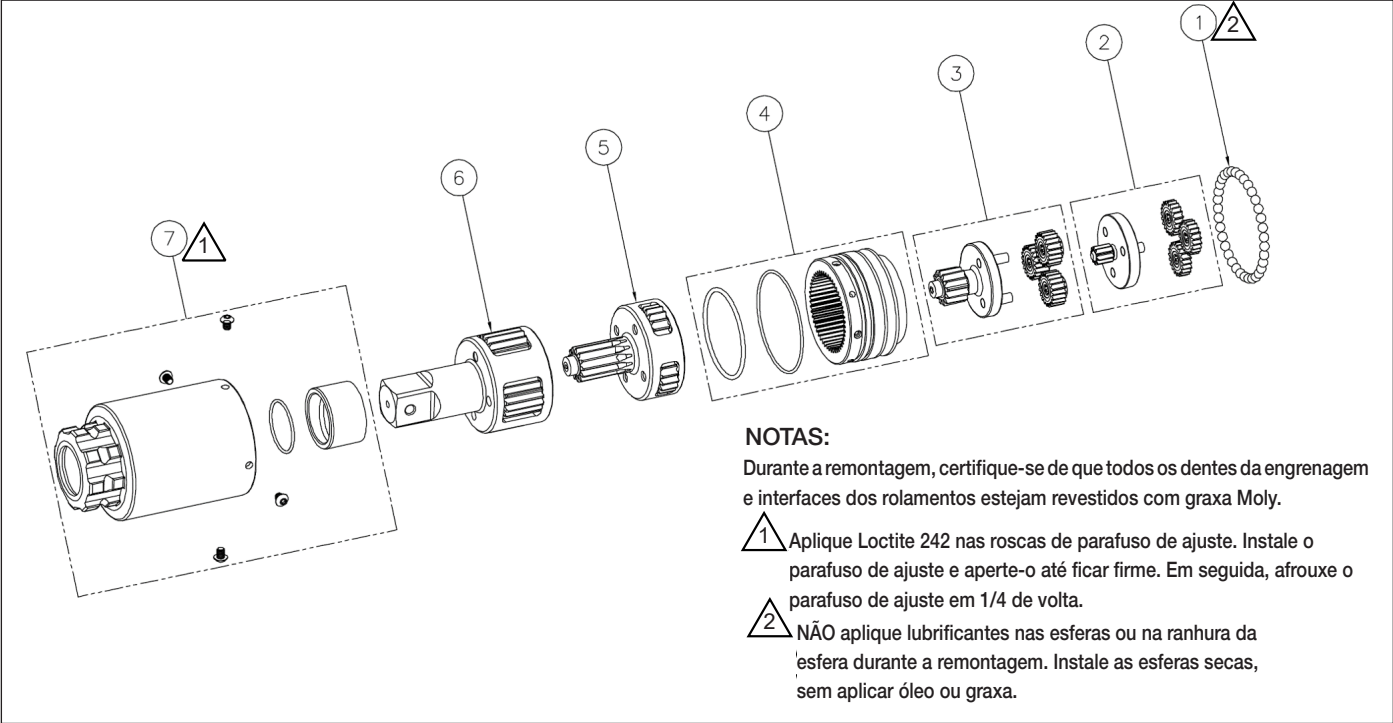

Figura 11: Conjunto da Caixa de Engrenagens da TW2000SR
9.6.1 Tabela de Peças (Figura 11)